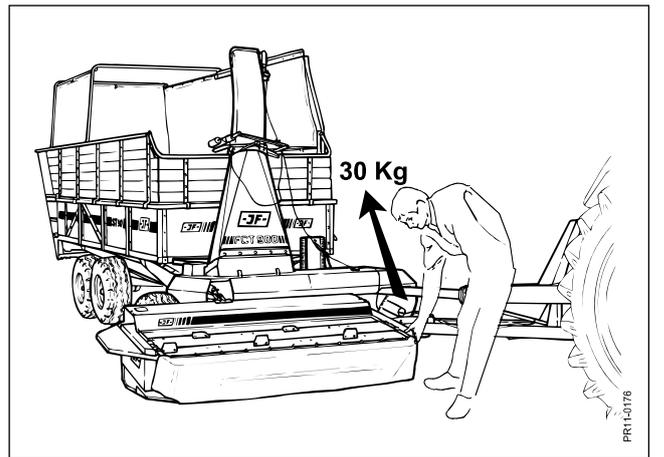

Fig. 3.9
**Fig. 3.9** repose au sol avec un poids maximum de 30 kg.
**Fig. 3.9** coupe repose au sol avec un poids maximum de 30 kg.